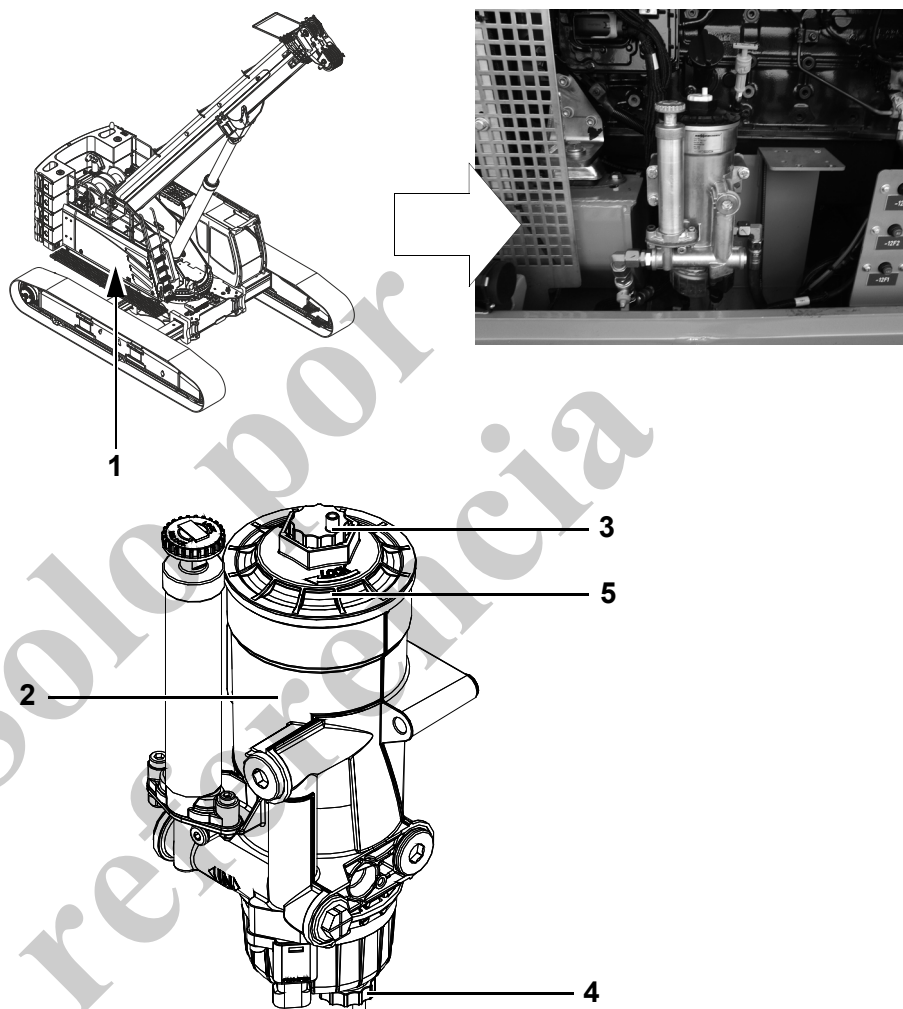

Fig. 14 Colocación y descripción del antefiltro diesel
| 1 | Abra la puerta de servicio (1, Fig. 14). |
| 2 | Coloque un recipiente recolector adecuado bajo la válvula de vaciado (4, Fig. 14) en la válvula de vaciado (5). |
| 3 | Abra la válvula de vaciado (4, Fig. 14). |
| 5 | Cierre la válvula de vaciado (4, Fig. 14). |
| 6 | Cierre la puerta de servicio (1, Fig. 14). |
| 2 | Coloque un recipiente recolector adecuado bajo la válvula de vaciado (5, Fig. 14) en la válvula de vaciado (5). |
- 6 Desenrosque la tapa roscada (5, Fig. 14) de la carcasa (2, Fig. 14) y extraiga el elemento del filtro que está conectado a la misma.
| 8 | Enrosque la tapa roscada (5, Fig. 14) con el elemento nuevo en la carcasa (2, Fig. 14) hasta que tope. Asegure un par de apriete de 50 Nm. |
| 10 | Cierre la puerta de servicio (1, Fig. 14). |